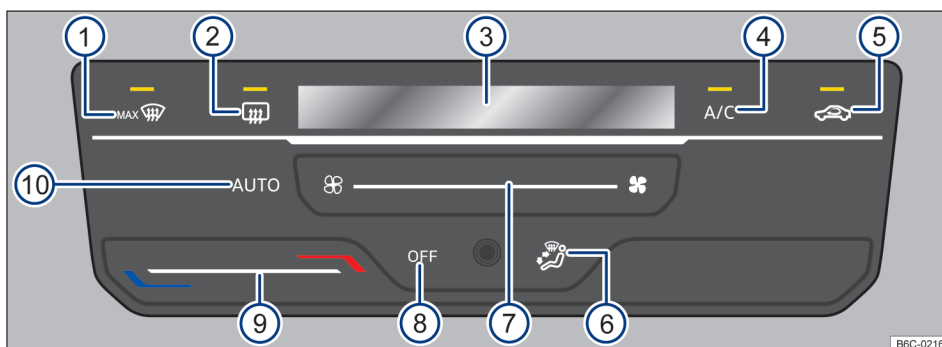

Fig. 84 Mandos del Climatronic.
- Climatronic: toque la superficie funcional OFF → fig. 84 (8).
Tocando la superficie funcional  → fig. 84 (10) se puede encender el modo automático del Climatronic.
El modo automático garantiza temperaturas constantes dentro del vehículo. La temperatura del aire, el volumen de aire y la distribución de aire se regulan automáticamente. El funcionamiento automático se apaga cuando la ventilación se cambia manualmente → fig. 84 (7) o cambiando la distribución del aire a través de la superficie funcional → fig. 84 (6).
- Climatronic: toque el botón de función  → fig. 84 (4) para encender y apagar la operación de enfriamiento.
- Climatronic: deslice el dedo debajo de la botón de función → fig. 84 (9).
En la pantalla del Climatronic → fig. 84 (3) se indica la temperatura ajustada.
- Climatronic: deslice el dedo debajo de la botón de función → fig. 84 (7).
- Climatronic: tocar el botón de función  → fig. 84 (5).
- Climatronic: tocar el botón de función → fig. 84 (6) a la posición deseada, la distribución seleccionada se indicará en la pantalla (3).
- Climatronic: tocar el botón de función  → fig. 84 (1).
- *Climatronic*: tocar el botón de función  → fig. 84 .